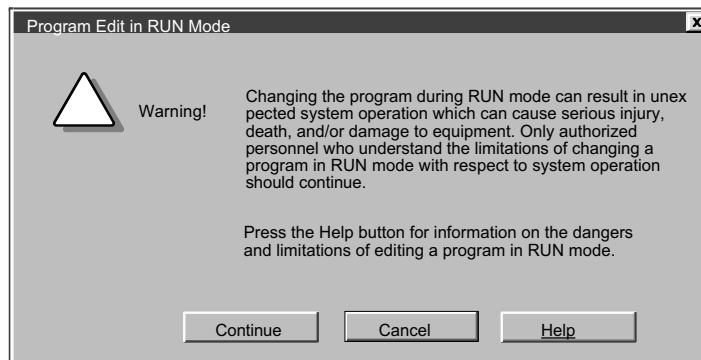

图 4-23 RUN 模式编辑对话框
3. 图 4-23 所示警告。当选择“Continue”后，所连接的 CPU 中的程序被上载，CPU 处于 RUN 模式下编辑状态。